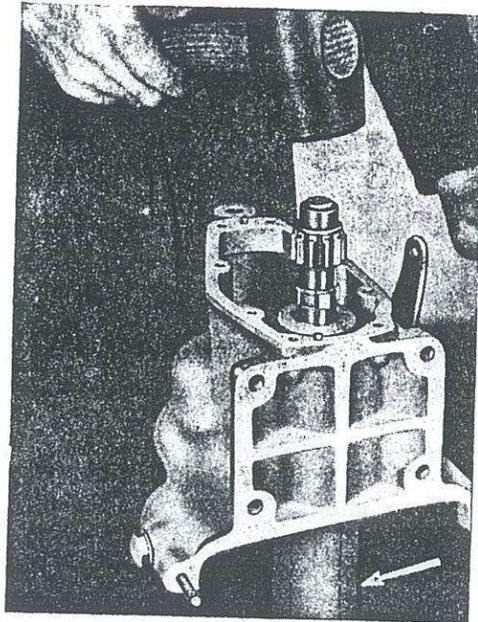

Bild 151. Einsetzen der Kupplungswelle unter Verwendung eines Rohrstückes als Auflage für das Getriebegehäuse
21. Kupplungswelle in das Bundlager einsetzen. Dazu Gehäuse mit Bundlager auf geeignete Unterlage (Rohrstück) aufsetzen und Kupplungswelle einpressen oder mit Gummihammer einschlagen (Bild 151).